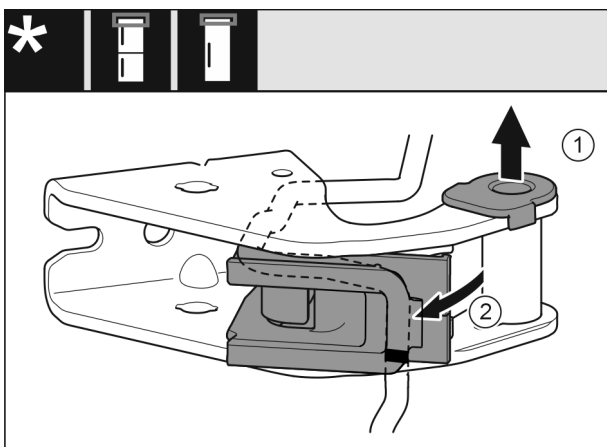

Fig. 14
- ▶ Puzdro ložiska vytiahnite z vedenia. Fig. 14 (1)
- ▶ Držiak kábla vychýľte. Fig. 14 (2)